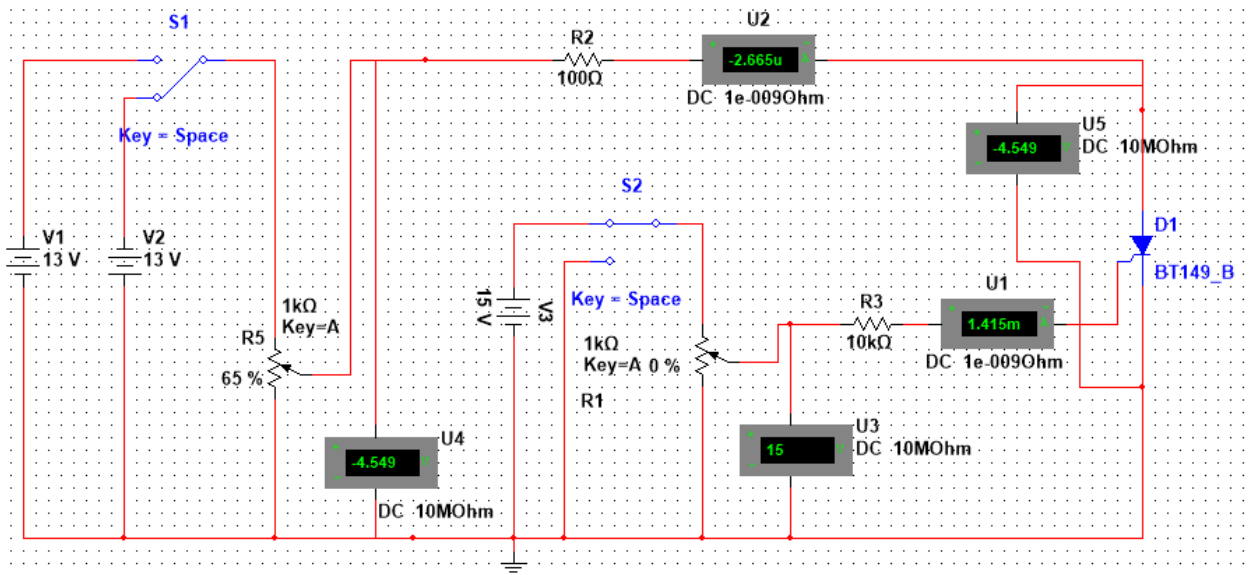

Рис. 2. Имитационная схема для исследования обратной ветви тиристора
6. Установите на потенциометрах R5 0% и R1 0%. Выставьте переключатель S1 в положение, при котором напряжение к тиристорному прикладывается в обратном направлении (рис. 2). Подайте кратковременный управляющий сигнал с помощью переключателя S2. Убедитесь, что тиристор не включился. Изменяя напряжение на источнике питания V1 (с помощью потенциометра R5), запишите токи тиристора (амперметр U2) и напряжения (вольтметр U5) в таблицу 2.